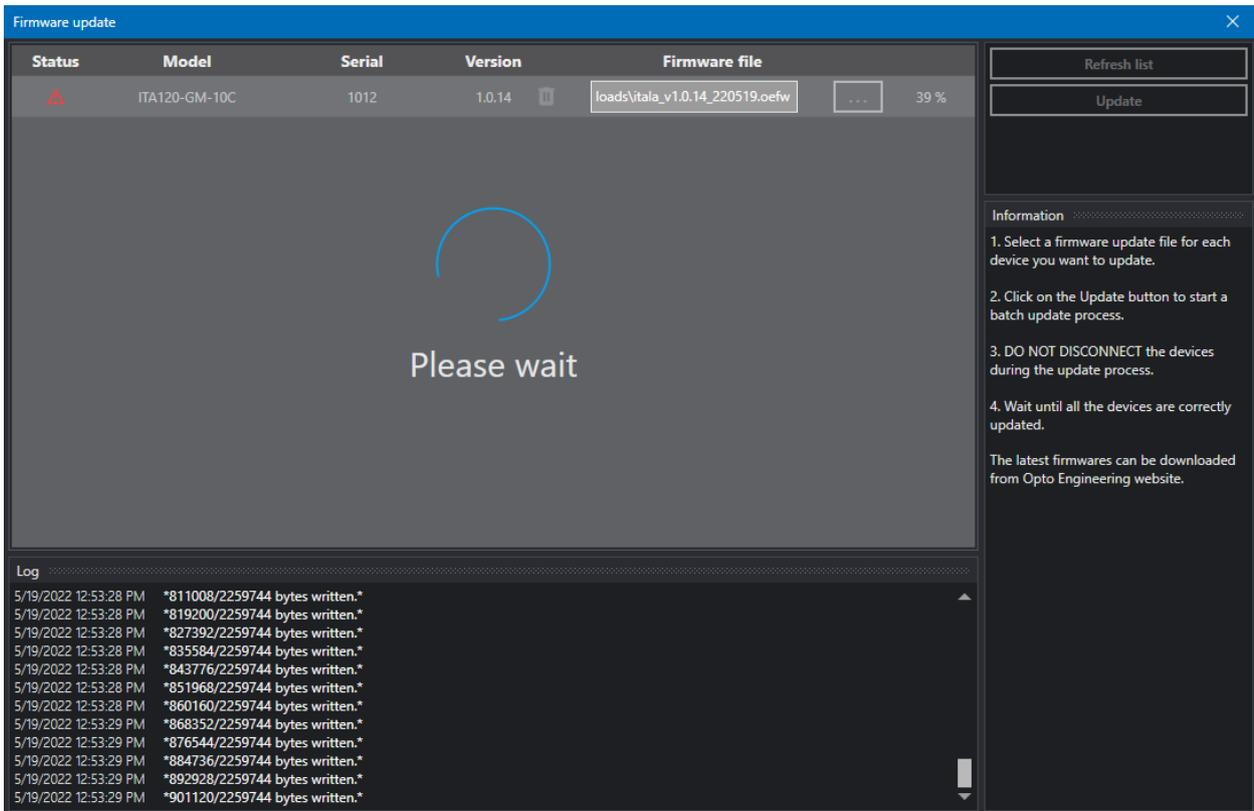

Figure 20: FW 正在更新。
3. 请勿断开连接或关闭电源 设备的更新过程（图 20）。LED 指示灯闪烁表示摄像机正在向闪存写入内容。